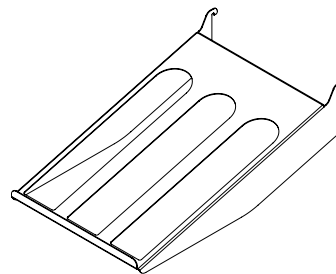

Figura 16
(1) bandeja para 3 botellas de vino (vea la Figura 16).